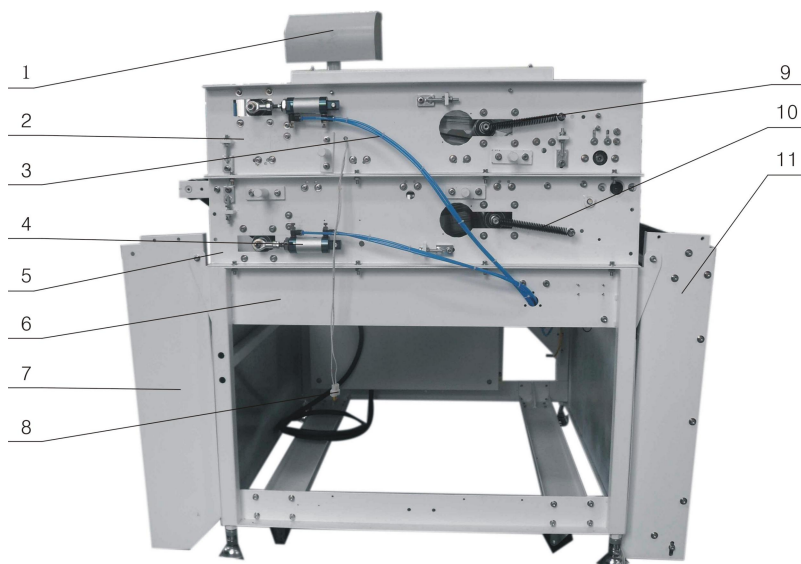
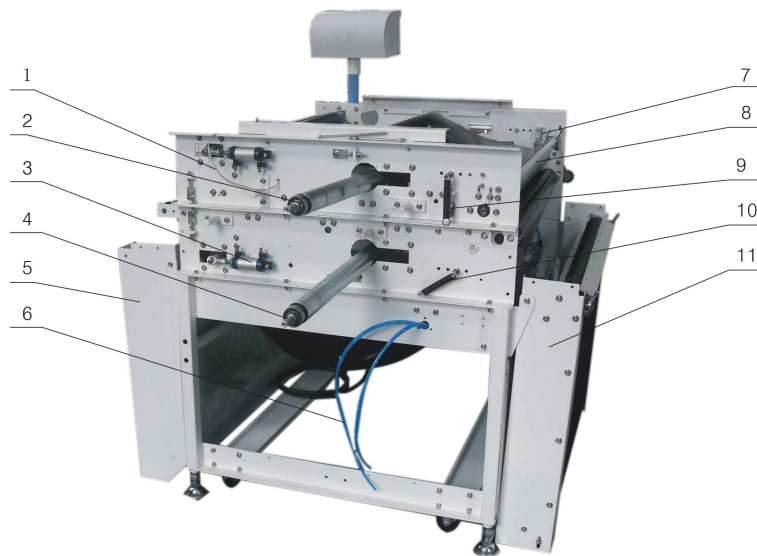

图 3B、更换输送带步骤 4，拆去左右护罩之后
图 3C、更换输送带步骤 5、6 及 8、9
4、拆下主机体左、右两侧的左右护罩，（见图 3B）。（1）将左右护罩稍稍向上抬起，再向外移开左右护罩。（2）把“急停按钮”的连接线从中间插件处拆分开。（3）移去左，右护罩。
5、把上输送带出口端处的清洁布杆向上从槽内取出，再把上刮板装置的右端拆下（应先拆下它的右端支承件），并向出口方向移开，不再压在上输送带上。（见图 3C）
6、放下进、出口工作台。从左、右侧墙板两端拆下 2 个内六角螺钉，（进、出口左、右侧共 8 套），再拧松进出口工作台侧板下角处第 3 个内六角螺钉（左、右侧各 1 件，共 4 件），使进出口工作台自然向下垂。（见图 3B，图 3C）
小法兰。(2) 拔出进、排气软管。(见图 3C)
9、放松并取下上、下右墙板与主体张力轴之间的拉力弹簧后，从上、下右墙板的大孔中抽出上、下张力轴。(见图 3C)